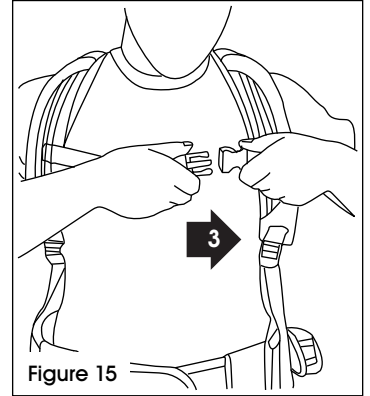

Figure 15
- Attachez la boucle de la sangle de poitrine et serrez ou desserrez au besoin. (Voir Figure 15)